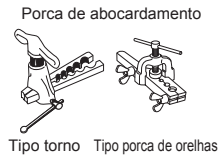
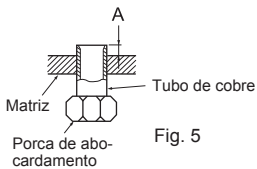

Fig. 4
Fig. 5
- 5) Insira a mangueira de drenagem completamente no reservatório de drenagem existente na parte posterior direita da unidade interior. (Fig. 4)
- 6) Insira a mangueira de drenagem na manga do orifício de parede (C) e encaixe a parte superior da unidade interior na placa de instalação (1). Em seguida, mova a unidade interior completamente para a esquerda de modo a facilitar o posicionamento da tubagem no espaço posterior da unidade.
- 7) Corte um pedaço de cartão da embalagem, enrole-o, encaixe-o na viga posterior e utilize-o como espaçador para levantar a unidade interior. (Fig. 5)
- 8) Ligue a tubagem do refrigerante ao tubo de extensão (B).
- 9) Introduza a parte inferior da unidade interior na placa de instalação (1).
- 4) Trabalho de abocardamento (Fig. 4, 5). Mantenha firmemente o tubo de cobre na dimensão apresentada na tabela. Selecione A mm na tabela de acordo com a ferramenta utilizada.